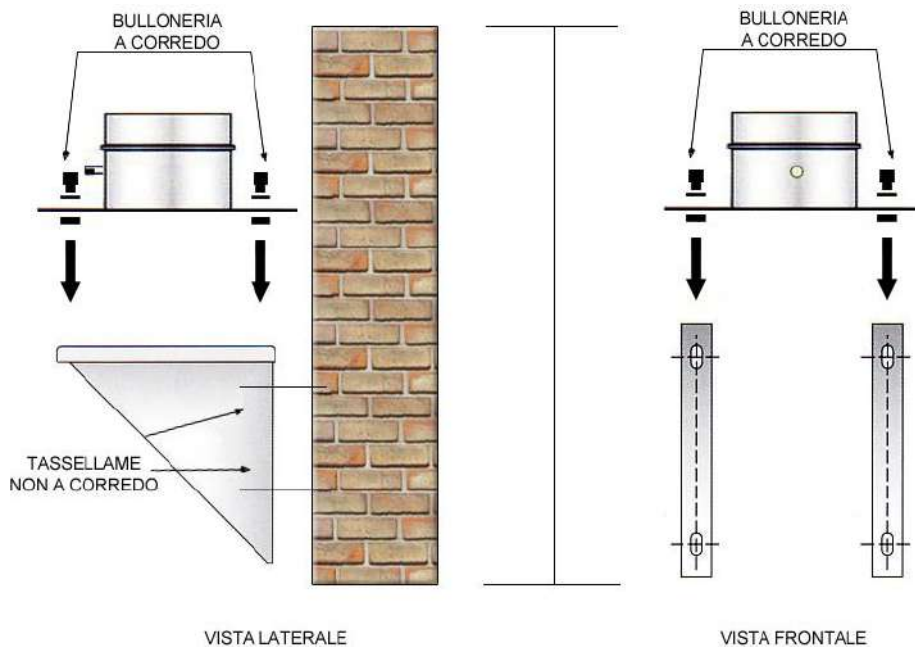

Fig.5a
- 2) Fissare i due elementi della coppia di angolari per supporto murale (PDAS 12) al muro creando tra essi un piano di appoggio orizzontale e posizionare la piastra di base PDPB 15 (Fig.5a)